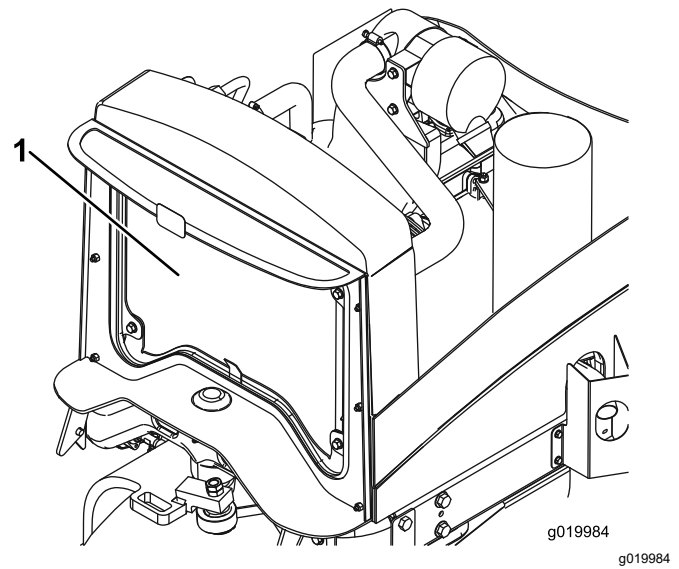

Bild 61
4. Reinigen Sie beide Seiten des Kühlers gründlich mit Druckluft (Bild 61).